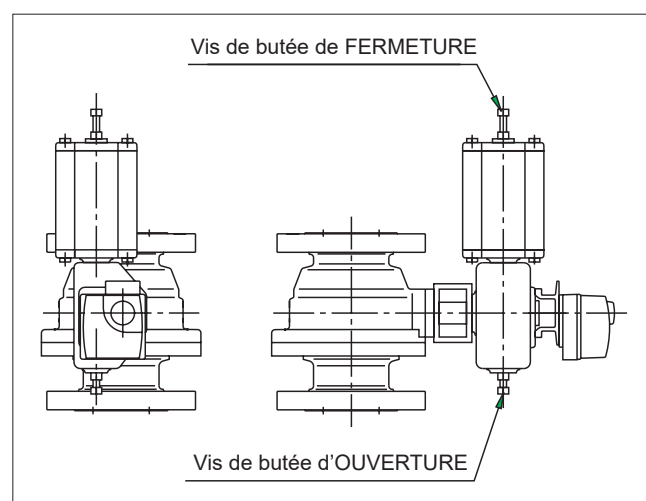

Fig. 35 Réglage des positions extrêmes d'ouverture et de fermeture d'un actionneur B1C/B1J
- Ajuster les positions extrêmes d'ouverture et de fermeture à l'aide des vis de butée situées aux extrémités de l'actionneur (cf. fig. 35). La position précise de l'ouverture peut se vérifier dans le passage du corps de vanne. Vérifier également que la flèche jaune de l'actionneur indique la bonne direction du passage de fluide dans la sphère. **Attention à ne JAMAIS engager les doigts dans le passage du corps de vanne!**